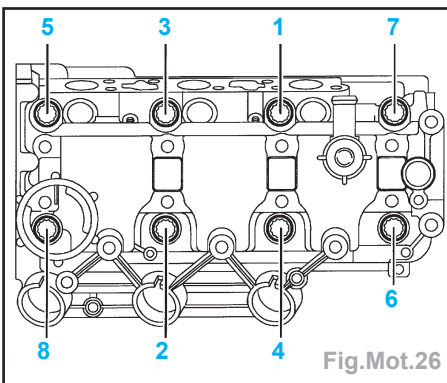

Fig.Mot.26
- Serrer la culasse en trois passes et dans l'ordre suivant (Fig.Mot.26) :